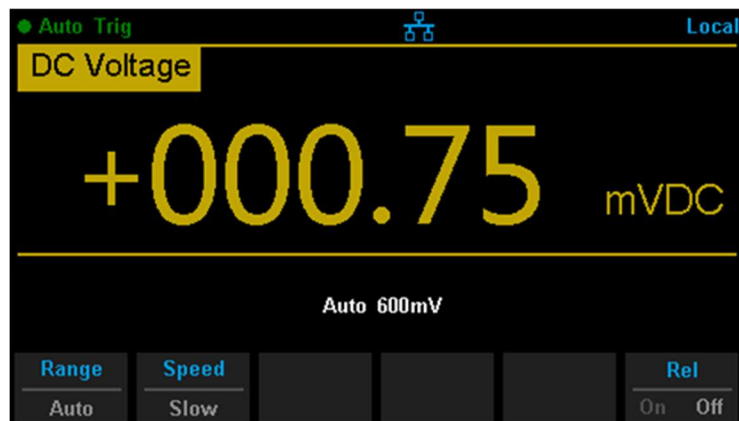

図 2-4 直流電圧測定インターフェース
1. 図 2-4 に示すように、フロントパネルの **DCV** を押して DC 電圧測定インターフェースに入ります。